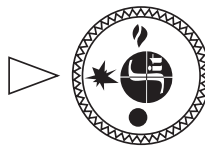

Рис. 10.
- 7.3. Для розжиг пилотной горелки ручк управлени переводится в положение «искр » (рис. 10).